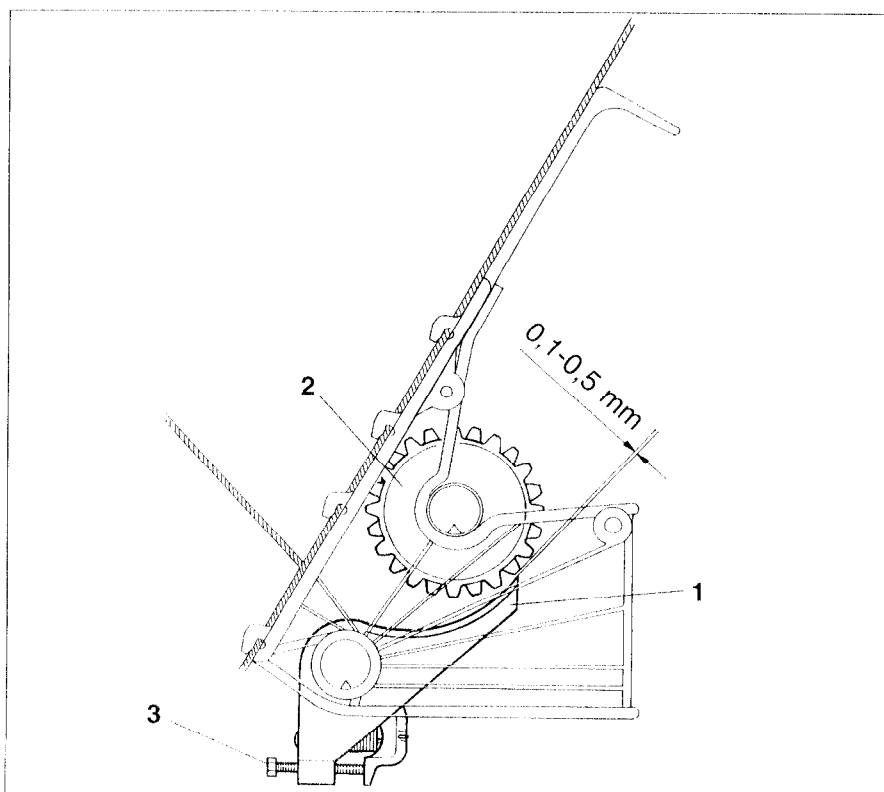

Fig. 21.2
3. Überprüfen, ob der vorgeschriebene Abstand von 0,1 mm bis 0,5 mm (siehe Fig. 21.2) zwischen Bodenklappe (Fig. 21.2/1) und Särad (Fig. 21.2/2) in jedem Sägehäuse eingehalten wird. Dabei ist das zu prüfende Särad von Hand auf der Säwelle zu drehen.
4. Vorgeschriebenen Abstand bei Abweichungen mit der Federspannschraube (Fig. 21.2/3) einstellen.